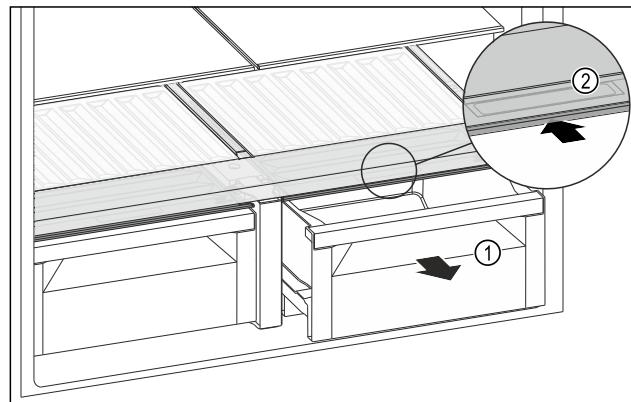

Fig. 141
- Витягніть висувний ящик Fig. 141 (1).
- Візьміться за потайну ручку Fig. 141 (2) на кришці відділення й одночасно посуньте кришку відділення назад.